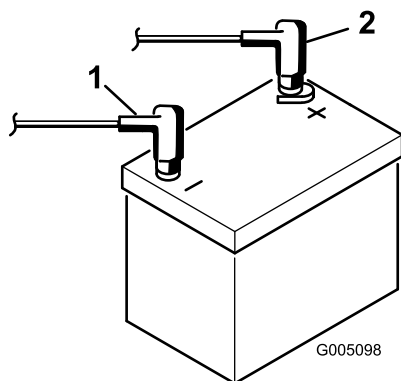

図 9
9. 赤いプラスケーブルをバッテリーのプラス端子に、黒いマイナスケーブルはバッテリーのマイナス端子にはめ、ボルトとナットで固定する 図 9。ショート防止のために端子にゴムキャップをかぶせる。